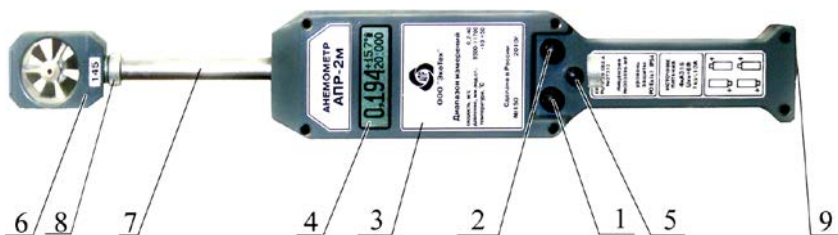

Рис. 1. Анемометр АПР-2м.
9.2.1 Откройте крышку отсека батареи питания, отвинтив крепежный винт 9 (рис. 1) в торце ручки анемометра.